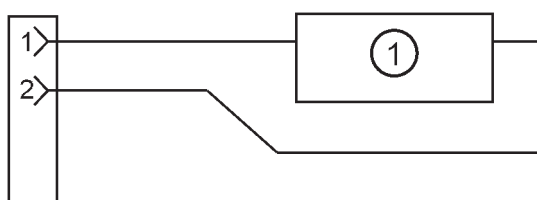

Figure 26
La Figure 26 montre un commutateur de sécurité de point mort (1) entre les broches 1 et 2 de verrouillage du démarreur.